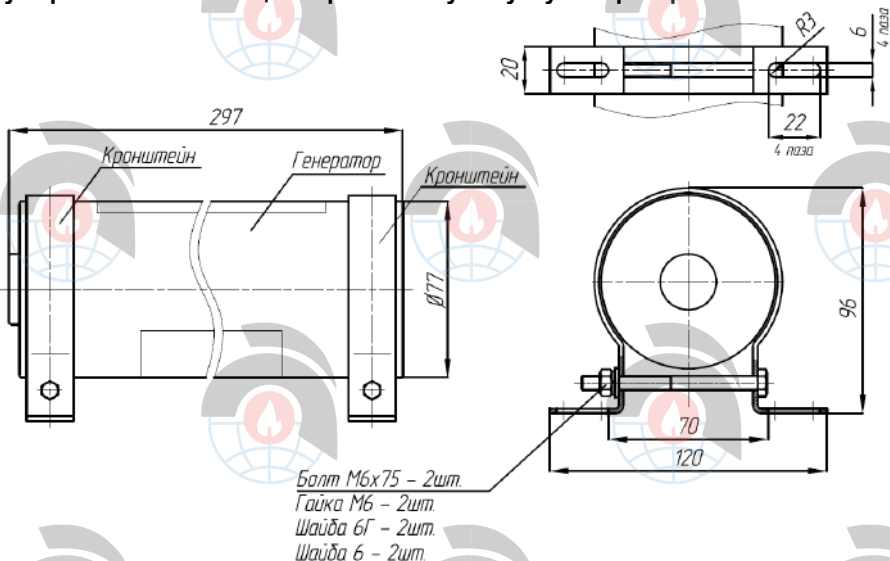

Рис. 2 Способ крепления ГОА.
4.1. Генератор размещается непосредственно на защищаемом объекте (в помещении, на транспортном средстве и т.д.) и монтируется на стене или вертикальной части конструкции объекта. Монтаж генератора производится с помощью кронштейна крепления (рис.2) При выборе расстояния между генератором и объектом тушения необходимо учитывать длины зон с повышенной температурой п. 11 раздела 2, но оно не должно превышать, по возможности, 3,0 м. Для монтажа сверлятся 2 отверстия диаметром 8 мм под пластмассовый дюбель 8 мм на глубину 48 мм в соответствии с размерами, указанными на (рис.2). Кронштейн крепления закрепляется шурупами диаметром 5 мм и длиной 35мм. На металлических конструкциях кронштейн крепления закрепляется при помощи 2-х винтов М5х30, 2-х шайб пружинных 5 и 2-х гаек М5 через 2 паза 6 мм (метизы крепления на объекте в комплект поставки не входят).
4.2. Для закрепления генератора в кронштейнах необходимо в отверстие каждого кронштейна установить метизы (входят в комплект, см. рис.2). Генератор необходимо развернуть таким образом, чтобы наклейка с надписью «Выход аэрозоля» была обращена в сторону зоны возможного возникновения пожара. Расстояние от сопловых отверстий до зоны возможного возникновения пожара не должно превышать, по возможности, 2,5м. Кронштейны не должны закрывать, либо частично перекрывать сопловые отверстия корпуса, заклеенные наклейкой «Выход аэрозоля».
5.1.2. Генератор в рабочем положении крепится к потолку или стенке внутри защищаемого объекта при помощи 2-х кронштейнов (рис. 2).